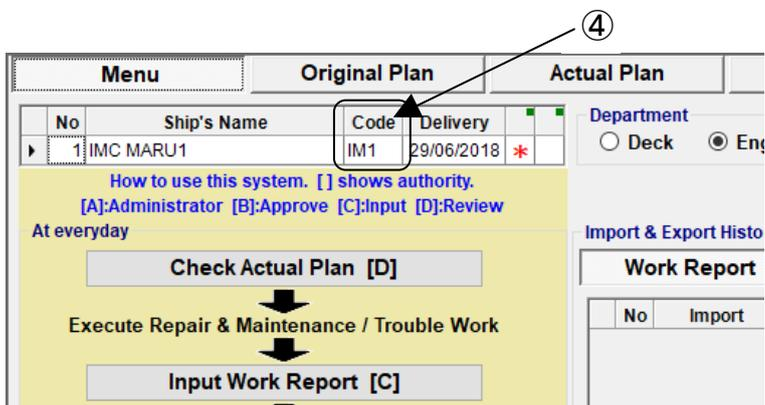

図 11-3 Original Plan 画面
- (3) Outstand'g rate が想定値を上回っている場合は、[Cancel]ボタンをクリックして Original Plan の更新を中止し、“Actual Plan”画面にて作業報告漏れがないか等確認してください。
- (4) Outstand'g rate に問題がない場合は、赤枠部に Ship Code を入力し、[OK]ボタンをクリックしてください。Ship Code は Menu 画面の左上(図 11-3)に表示されています。